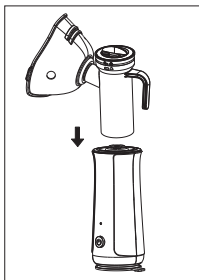

Рисунок 7.
- а) присоедините чашку ингалятора к выходному отверстию основного блока, расположенному в верхней части корпуса прибора (Рисунок 7). Убедитесь, что чашка ингалятора плотно зафиксирована.